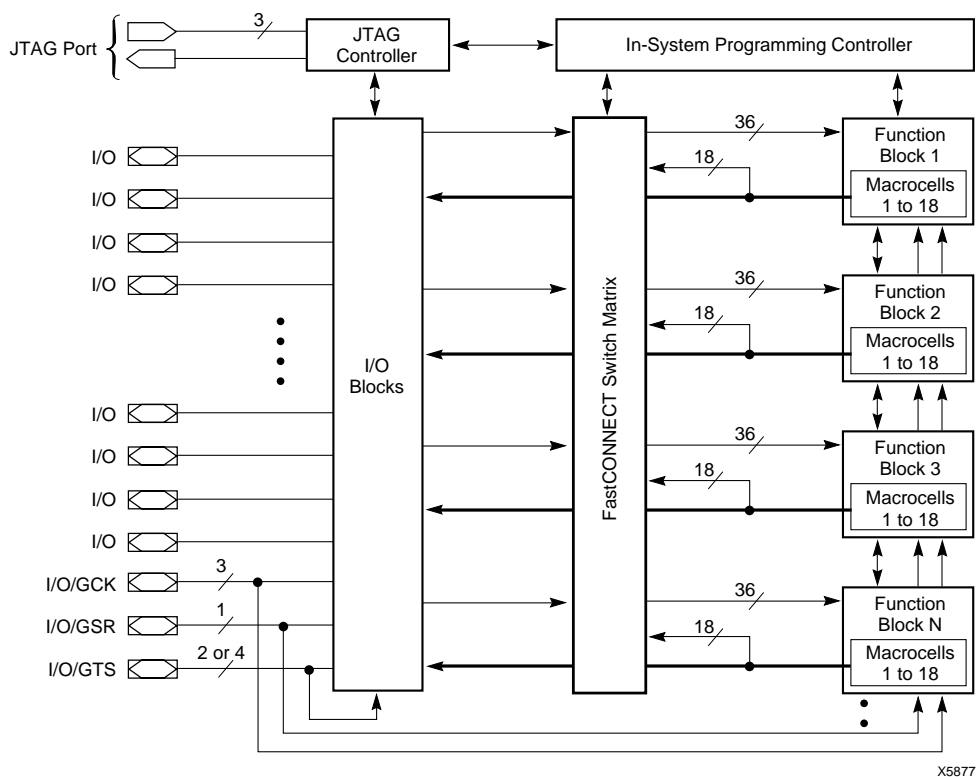

図1: XC9500のアーキテクチャ
XC9500の各デバイスは、FastCONNECT (TM) スイッチ・マトリクスにより完全に相互接続される複数のファンクション・ブロック (FB) とI/Oブロック (IOB) で構成されます。IOBはデバイスの入力および出力に対してバッファ機能を提供しています。各FBは、36個の入力と18個の出力を持ち、かつプログラマブルなロジック機能を提供しています。FastCONNECTスイッチ・マトリクスにより、全てのFBの出力信号と入力信号をFBの入力に接続することが可能です。各FBでは、12~18個の出力 (パッケージのピン数によります) と関連した出力イネーブル信号がIOBを直接駆動します (図1参照)。